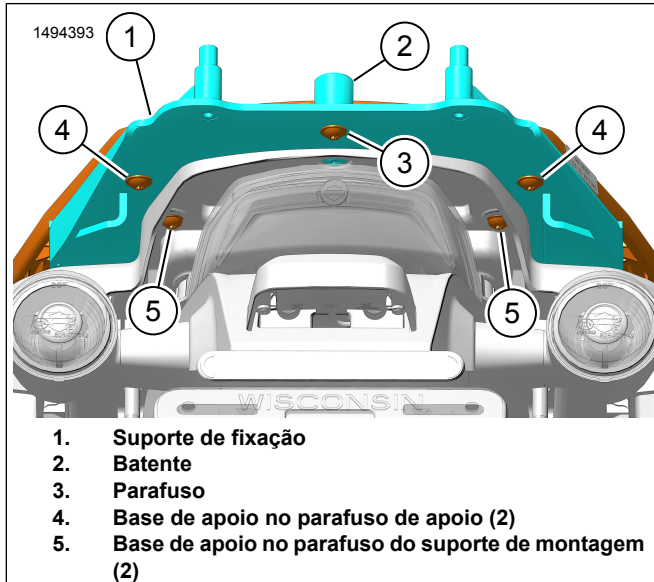
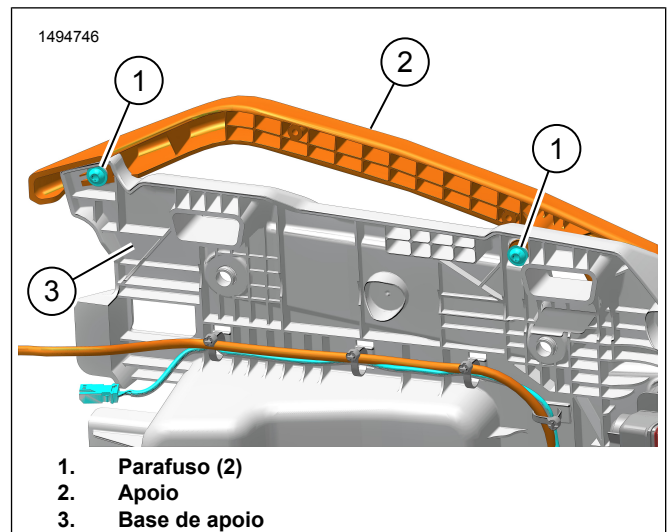

Figura 9. Parafusos da Montagem Traseira
Figura 10. Apoio
- b. Ver a Figura 9. Instalar a base de apoio nos parafusos do suporte de montagem (5). Aperte.
- 8. Ver a Figura 10. Instalar o apoio (2).
- a. Apertar os ligeiramente os parafusos (1) de ambos os lados.
- b. Ver a Figura 9. Instalar a base de apoio nos parafusos do apoio (4).